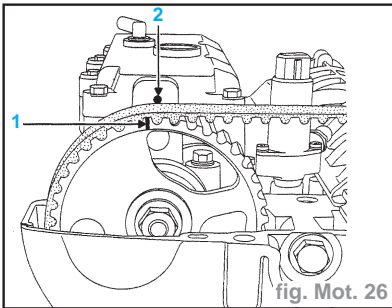

fig. Mot. 26
- Positionner le repère (1) de la poulie d'arbre à cames d'échappement une dent avant la fixation du capteur de phase (2) (fig. Mot. 26).